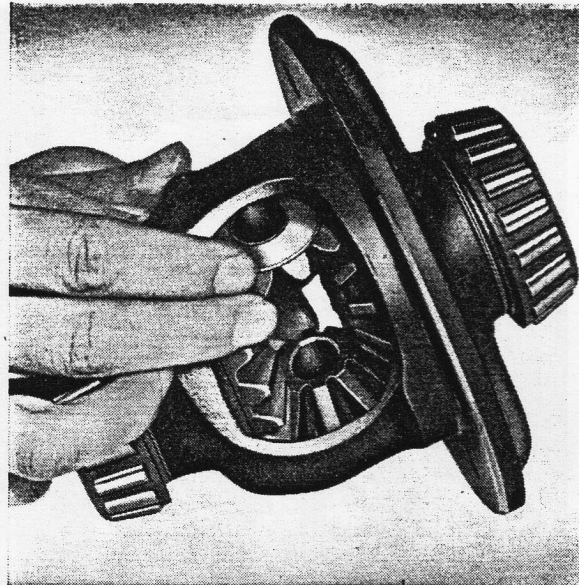

Bild 5-28. Einbau der Ausgleichräder
1. Achswellenräder (33. Bild 5-56) mit Anlaufscheiben (34) in das Ausgleichgehäuse (40) einsetzen. Beide Ausgleichkegelräder (36) mit den zugehörigen Anlaufscheiben (27) gleichzeitig in das Ausgleichgehäuse hineinrollen, siehe Bild 5-28.